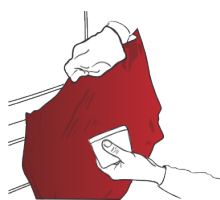

Abbildung 15
- › Gegebenenfalls die Folie wieder ablösen, erneut spannen, die konvexe Fläche vollständig bedecken und die Folie anbringen. (Abb. 15)